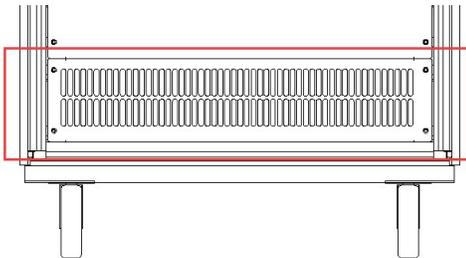
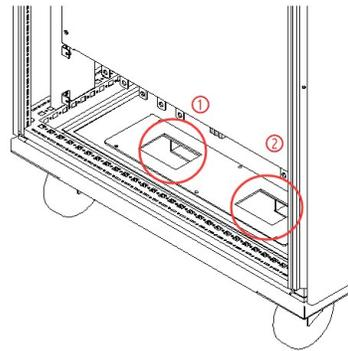

图 2-2 底部挡板
图 2-3 进线孔
移除下侧底部挡板（如图 2-2），用户可通过柜体底部的交流侧进线孔①和直流侧进线孔②（如图 2-3），将接地保护线 PE、N 线、网侧 A、B、C 三相进线、以及直流侧的正负出线引入柜体内部。